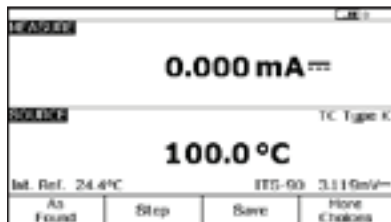

Figura 4.
5. A continuación, pulse una vez el botón "MEAS/SOURCE" (Medir/Generar) para acceder al modo de pantalla dividida (Figura 4).